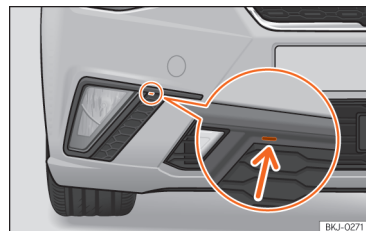

Fig. 166 Farol de nevoeiro: retirar a grelha
- Coloque uma chave de parafusos a fazer de alavanca no entalhe »» Fig. 166 (seta). Em seguida, retire os grampos situados no contorno da grelha, fazendo um pequeno movimento de alavanca.